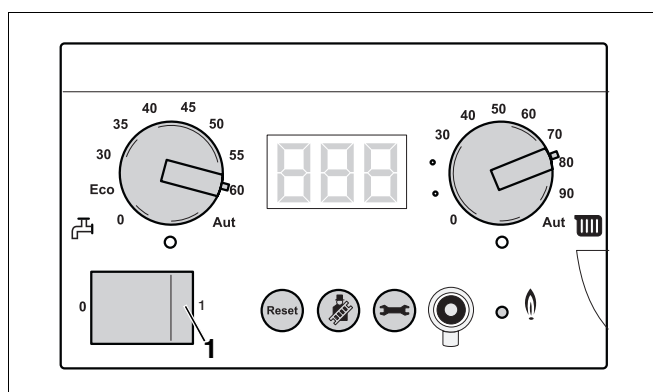

Рис. 98 Главный регулятор BC10
- Выключить отопительную установку с помощью главного регулятора BC10. (рис. 98, поз. 1). Горелка при этом автоматически отключится.
- Выключить отопительную установку пусковым выключателем на ВС10. (рис. 98).